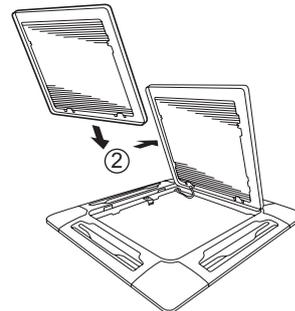

Fig. 2-16
- c) Con la rejilla abierta, sacar la bisagra del panel del techo deslizando en la dirección de la flecha ②. (Fig. 2-16)